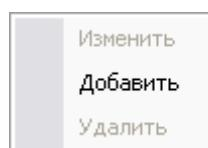

Рис. 240
1. Нажмите правой кнопкой мыши на поле запроса и в появившемся контекстном меню выберите пункт **Добавить** (Рис. 240) или нажмите на кнопку справа от поля запроса.